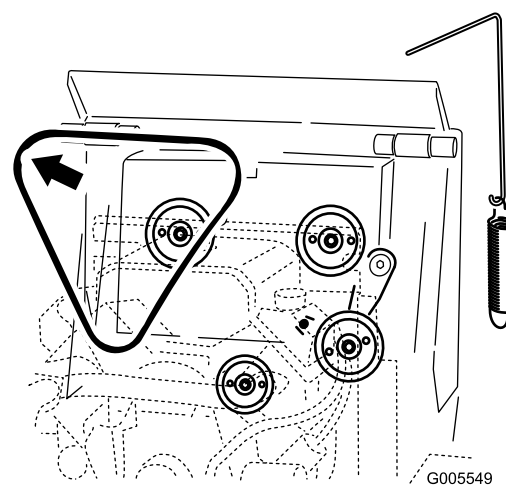

Figure 49
5. Enlevez la courroie des trois poulies (Figure 49).